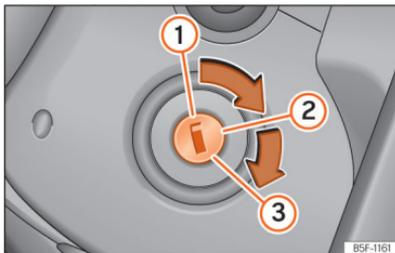

Fig. 82 Fechadura da ignição
- Rode a chave para a posição **»» Fig. 82 ②**.
- Continue a rodar a chave para a posição **»» Fig. 82 ③** sem pressionar o acelerador.
- Quando o motor arrancar, solte a chave. Ao soltá-la, a chave volta para a posição **②**.
- *Veículos com fechadura da ignição:* Rode a chave até à posição »» Fig. 82 ①.
- *Veículos com botão de arranque:* Pressione brevemente o botão de arranque »» Fig. 82.